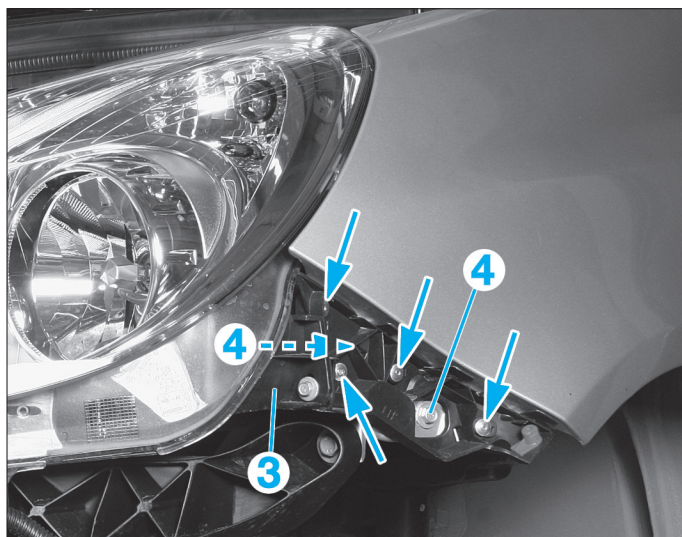

Fig. 8
- Déposer le recouvrement du bord d'aile (2) (3 fixations).
- Déposer la glissière de guidage (3) en perçant les quatre rivets (flèches) (Fig.8).